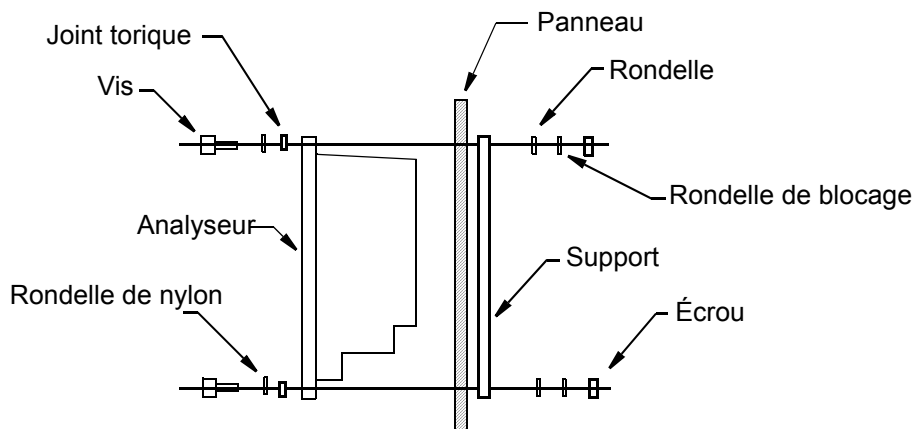

Figure 4. Montage sur panneau
Montage sur panneau : le boîtier de base est conforme aux exigences NEMA 1 pour applications intérieures universelles. Toutefois, dans une installation sur panneau conformément à la Figure 4 à la page 13, la surface avant procure la protection environnementale et contre la corrosion NEMA Type 4X, CSA Enclosure 4X et IEC IP65.
Le montage de l'analyseur sur panneau est illustré à la Figure 4. Voir la dimension de découpe de panneau, les exigences en matière d'espace et autres données dimensionnelles sous DP 611-164. Placer l'analyseur dans la découpe du panneau à partir de l'avant et le fixer au panneau à l'aide du matériel approprié, dans les quatre trous dans les coins du cadre de l'analyseur. L'enceinte de base de l'analyseur monté sur panneau est conforme aux normes NEMA 1 pour applications intérieures universelles. Toutefois, lorsque monté sur panneau et fixé en place avec le joint fourni par Invensys Foxboro, la surface avant procure la protection environnementale et contre la corrosion NEMA Type 4X, CSA encl. 4X et IEC IP65.
3. Pour être conformes aux normes NEMA 4X, CSA encl. 4X et IEC IP65, les dimensions des débouchures du panneau doivent respecter les tolérances indiquées sous DP 611-164 et l'analyseur doit être monté tel qu'indiqué à la Figure 4.